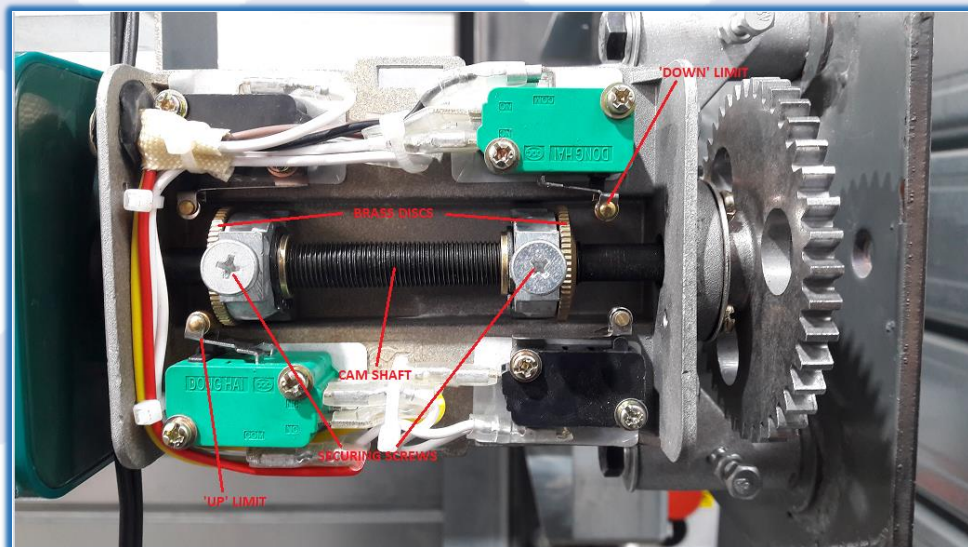

Fig. 011
- 16) Sett grensene for motorenheten slik at gardinen stopper i ønsket posisjon. For å gjøre dette, fjern det gjennomsiktige plastdekslet på motorenheten. Kamgrensene er plassert innenfor. Den nedre grensen bør settes slik at man tar hensyn til «overkjøring» når gardinen frigjøres ved å bryte smelteleddet eller ved et signal fra brannalarmen. Forsikre deg om at festeskruene strammes og plastdekslet settes på igjen når grensene er satt. **Se fig. 011.**